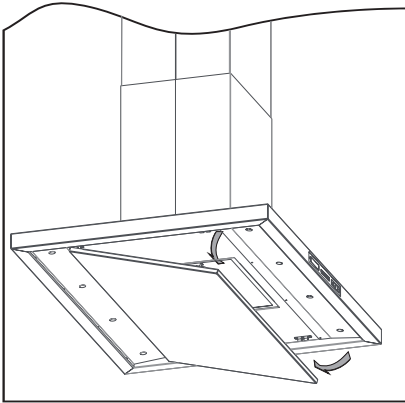

Abb. 10: Randabsaugungsplatte aufklappen
- Randabsaugungsplatte aus der Arretierung lösen und nach unten klappen (rückseitige Scharniere verhindern ein Herausfallen) (⇔ Abb. 10).
Sie legen das Aktivkohlefilter-Pad in das Filtergehäuse. Dies jetzt oberhalb der herausgenommenen Metallfettfilter (☞ Abb.10 + 11) mit den Laschen hinten einschieben, nach oben drücken und mit der Rändelschraube vorn mittig festschrauben.